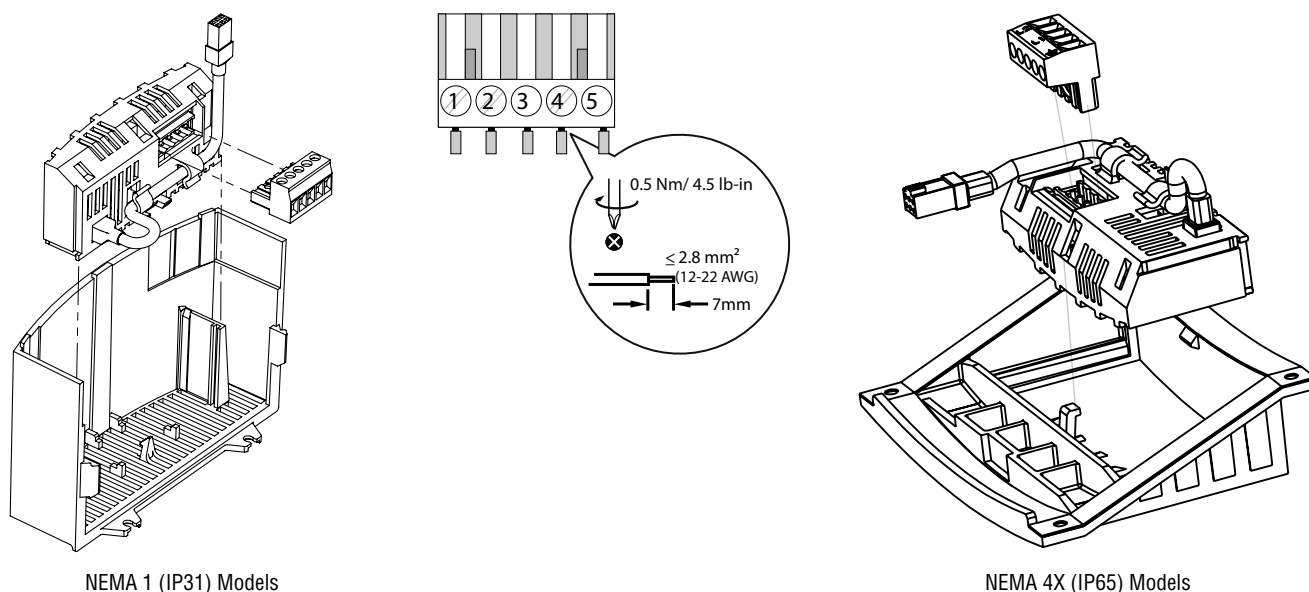

Figura 2: Installazione del modulo di comunicazione CANopen
2. Inserire il Modulo opzionale CANopen per SMV sulle guide del coperchio della morsetteria. Quando il modulo farà "clic" si sarà agganciato saldamente in posizione, come illustrato nella Figura 2.